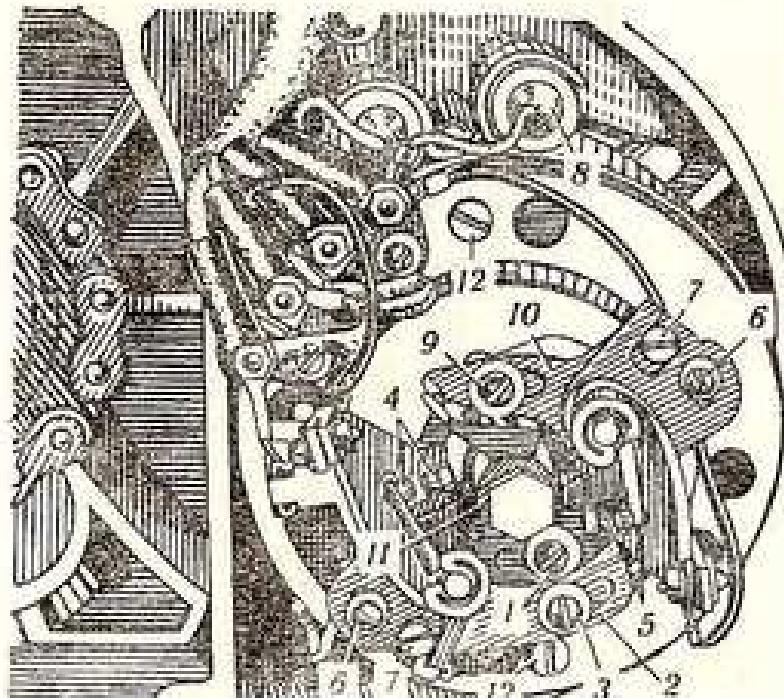

Рис. 26. ГЕНЕРАТОР С ПРЕРЫВАТЕЛЯМИ:
1. Вывернуть шпильки крепления статора 12 (рис. 26), отсоединить провода и снять статор 1.
нуть по часовой стрелке коленчатый вал за болт якоря генератора до момента максимального размыкания контактов из левом прерывателе (по ходу), ослабить винт 6 (рис. 26) и, поворачивая эксцентрик 7, установить зазор между контактами 0,4—0,6 мм, винт 6 закрепить. Аналогично установить зазор на втором прерывателе. Вместо свечи завернуть втулку для установки зажигания и вставить в нее вороток с рисками из комплекта инструмента. Вращая коленчатый вал по часовой стрелке, установить поршень в верхней мертвой точке (в. м. т.). Поворотом втулки совместить одну из нижних риск на воротке с ее торцом. Вращением коленчатого вала против часовой стрелки установить поршень, во доводя его до в. м. т. на 2—2,5 мм. При этом торец втулки должен совпадать со следующей риской на воротке.